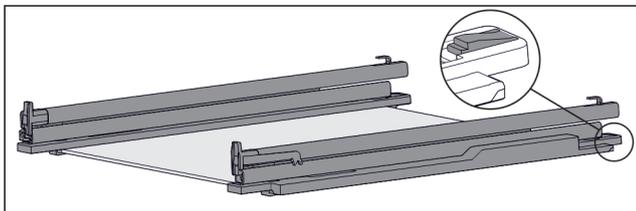

Fig. 125 Staklena ploča s vodilicama i pridržnim dijelovima
- ▶ Pridržni dio straga pritisnite prema dolje (pogledajte Fig. 125) u i istovremeno gurnite vodilicu prema otpraga.